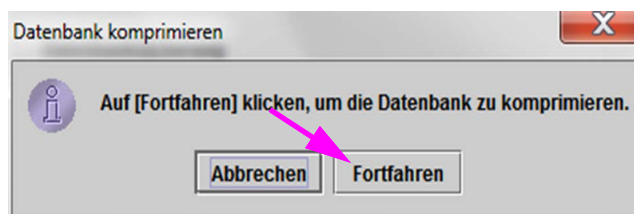

Abbildung 5-83. Bestätigungsdiaologfeld für das Komprimieren der Datenbank
2. Klicken Sie auf **Fortfahren** im Fenster „Datenbankverwaltung“. Daraufhin öffnet sich das Bestätigungsdiaologfeld für das Komprimieren der Datenbank. Siehe Abbildung 5-83.